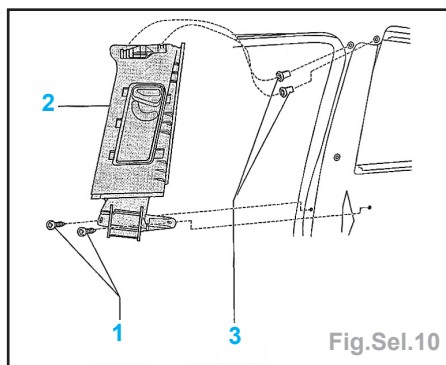

Fig.Sel.10
- les garnitures supérieures de pied milieu (Fig.Sel.10),